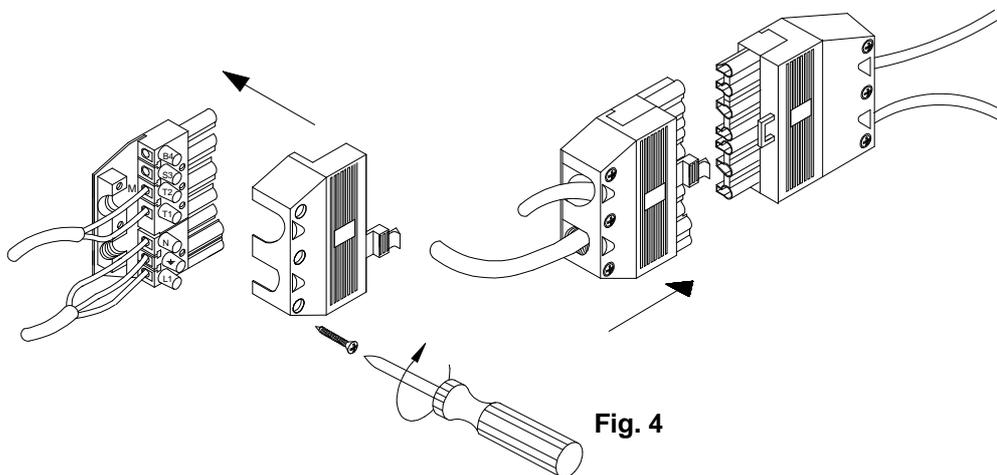

Fig. 4
- Montare il coperchio sul connettore C1 (fig. 4) e riconnettere lo stesso al connettore C2 sulla caldaia;
- mettere la manopola **1** in posizione "off" (fig. 1 pag. 9), inserire un manometro nella presa di pressione (fig. 4 pag. 12), accendere la caldaia e controllare i valori di pressione massima e minima di taratura del modulatore secondo i valori di riferimento riportati sulla targa gas (per controllare la pressione massima di modulazione del modulatore, aprire un rubinetto acqua calda sanitaria e verificare se la pressione massima è uguale a quella di targa; per controllare la minima, staccare un filo della bobina del modulatore e verificare sul manometro se la pressione minima è uguale a quella di targa; se la pressione massima non corrisponde a quella di targa, rifare la regolazione sul modulatore;
Dove fosse necessario avere una pressione gas più alta ( caso g.p.l. in inverno) per motivi di blocco in accensione, operare nel modo seguente: inserire un manometro nella presa di pressione 4 fig. 4 - 5 pag. 15; togliere il selettore sul connettore MET. - G.P.L. e inserirlo sul connettore RLA - CM1. Accendere la caldaia; A questo punto, il manometro segnerà la pressione minima regolata sul modulatore. Con un cacciavite a taglio piccolo agire sul trimmer R4 - RLA: girando in senso orario il manometro segnerà una pressione sempre più alta quanto più si gira il trimmer. Raggiunta la pressione di circa 11 - 12 mbar, togliere il selettore CM1 - RLA e riportarlo sulla posizione iniziale, togliere il manometro, serrare la vite e provare con acqua saponata se ci sono perdite di gas. (Il trimmer tutto in senso orario corrisponde alla massima pressione regolata sul modulatore).